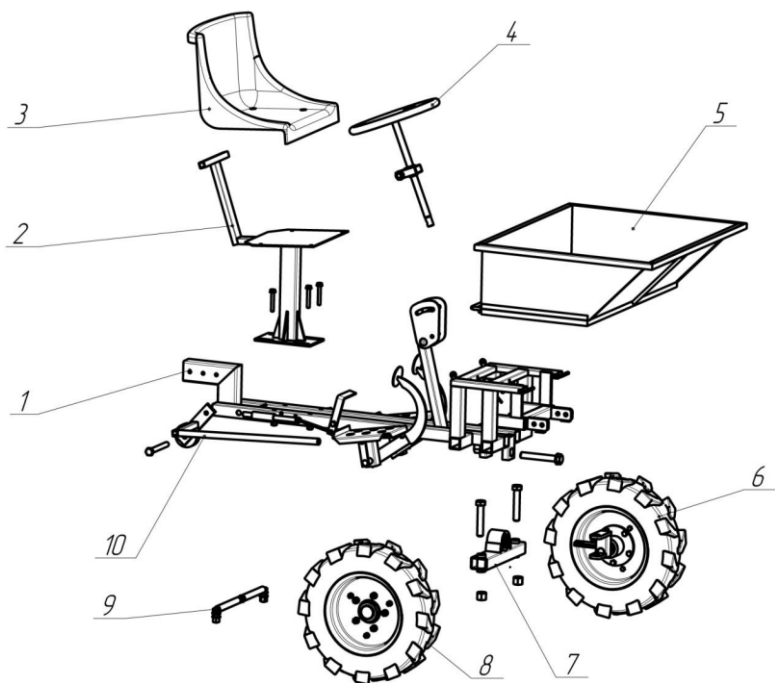

Рис. 2. Основные узлы переднего модуля.
5.1. Модуль состоит из следующих основных частей (рис. 2):